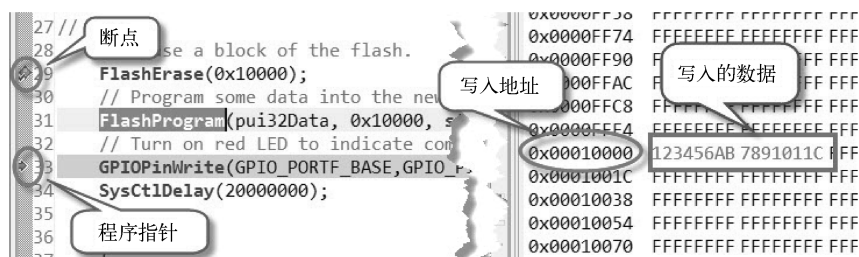

图 10-5 向地址 0x10000 写入的数据
从图 10-4 可以看到，当执行完该条语句后的确擦除了地址为 0x10000 处的数据。然后继续单步执行，当执行完 FlashProgram() 语句后的结果如图 10-5 所示。
从图 10-5 可以看到，写入的数据和从闪存中读出的数据完全相同，验证了程序功能正确。
5) 在 LaunchPad (EK - TM4C123GXL) 板上对程序进行测试。将编译生成的 .out 文件下载到 LaunchPad 板中，让程序全速在 LaunchPad 板中运行。从地址 0x10000 和 0x10004 读出的闪存数据和程序中待写入的数据相同（见图 10-5）。这时打开 PuTTY “串口助手”，其测试结果如图 10-6 所示。